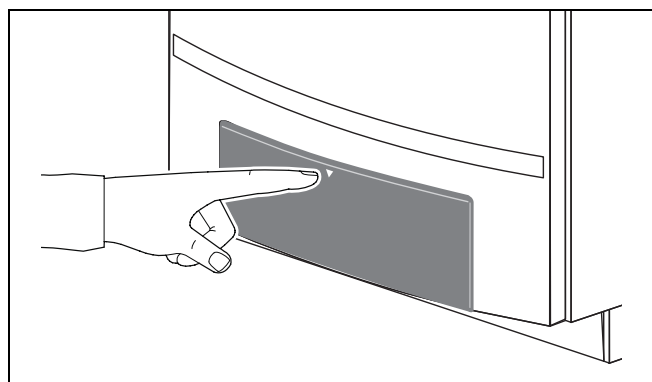

Fig. 21 Ouvrir le tableau de commande
- Ouvrir le tableau de commande en appuyant (fig. 21).